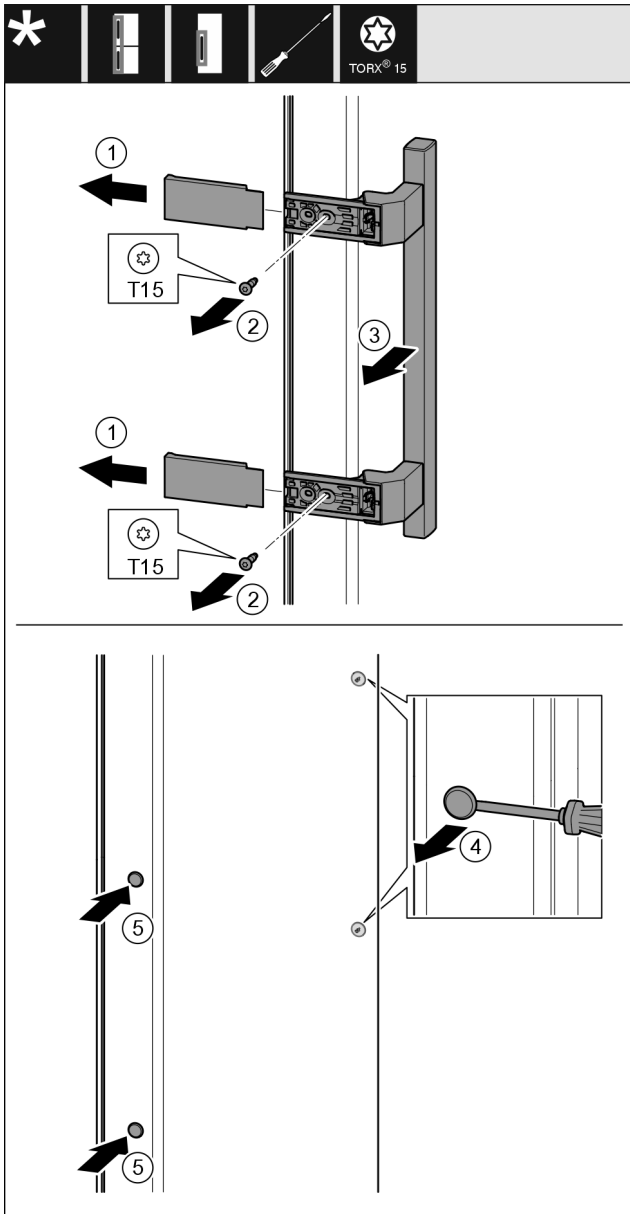

Fig. 25
- ▶ Stáhněte kryt Fig. 25 (1).
- ▶ Šroubovákem vyšroubujte šrouby Fig. 25 (2).
- ▶ Sejměte madlo Fig. 25 (3).
- ▶ Postranní zátku Fig. 25 (4) opatrně plochým šroubovákem nadzvedněte a vytáhněte.
- ▶ Zátku Fig. 25 (5) opět vložte na druhé straně.